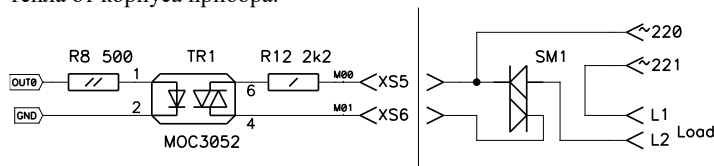

Рис.4 Способ подключения силовых симисторов
- Отформуйте выводы компонентов и установите их в соответствии с монтажной схемой (рис.4) следующим образом:
К выходам XS5-XS12 подключаются силовые симисторы (в комплект набора не входят) по следующей схеме – **Рис. 4** (показано для одного канала). В схеме можно применять симисторы с током включения не более 1А в пике (или максимум 100мА постоянной нагрузки), например, MAC223-MAC224 или BT134-BT139 в зависимости от требуемой мощности. Если мощность нагрузки не превышает 500Вт, то симисторы можно применять без установки их на радиатор. Если же мощность превышает 500Вт, то симистор требуется установить на радиатор, площадь которого должна удовлетворять тому, чтобы происходил достаточный отвод тепла от корпуса прибора.